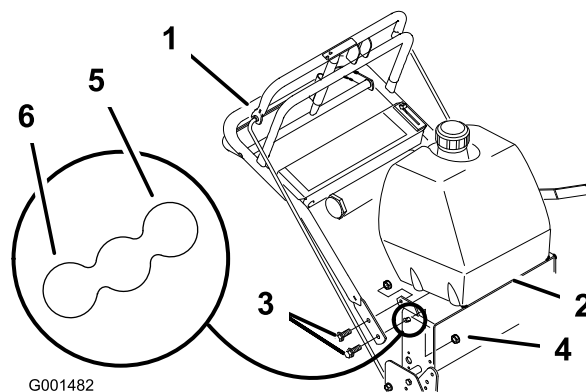

Figure 16
2. Desserrez les boulons à embase supérieurs ((3/8 x 1 pouce)) et l'écrou à embase de fixation du guidon au bâti arrière (Figure 16)
3. Retirez les boulons à embase supérieurs ((3/8 x 1 pouce)) et les écrous à embase de fixation du guidon au bâti arrière (Figure 16)